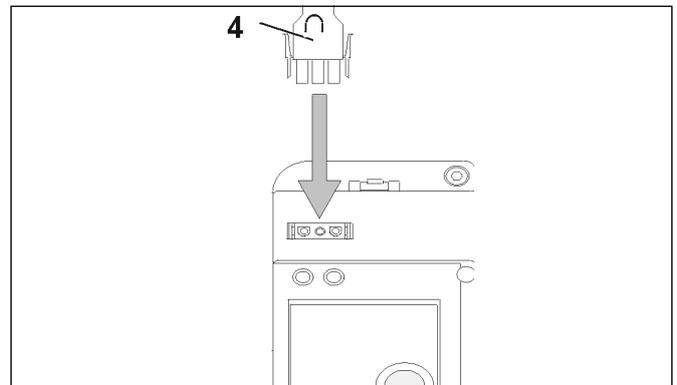

Abb. 3.26: Fremdlichtsicherheit
1. Um die Fremdlichtsicherheit zu prüfen, ist der Anschlussstecker des Flammenwächters zu ziehen und gegen den Prüfstecker (4) auszutauschen (s. Abb. 3.26). Durch den Prüfstecker (4) wird dem Steuergerät ein Flammensignal bereits vor der Zündung (während der Vorlüftzeit) simuliert. Dies muss im Steuergerät eine Störabschaltung auslösen. Während der Sicherheitszeit unterbleibt dabei die Brennstofffreigabe.